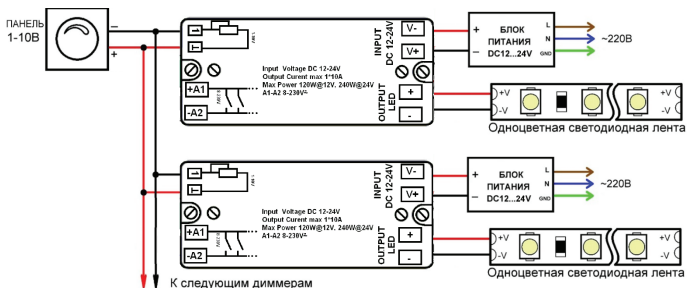

Рис. 1. Схема включения для управления 1-10В
- 3.6. Подключите панель 1-10В от контроллера к соответствующему входу диммера, соблюдая полярность, в соответствии со схемой. (рис. 1)